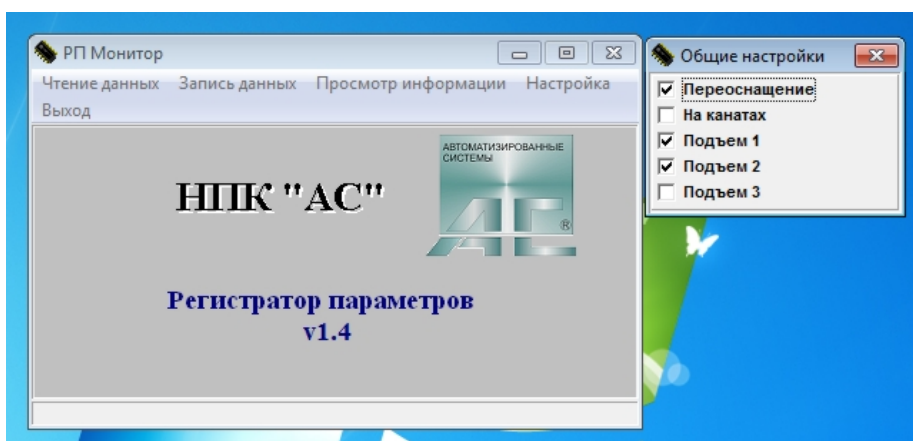

Рис. 6.
6.3.5. Прежде, чем войти в раздел "Запись данных", откройте меню раздела "Настройка" и определите характер выполняемой Вами работы и тип грузовых характеристик, Рис.6.